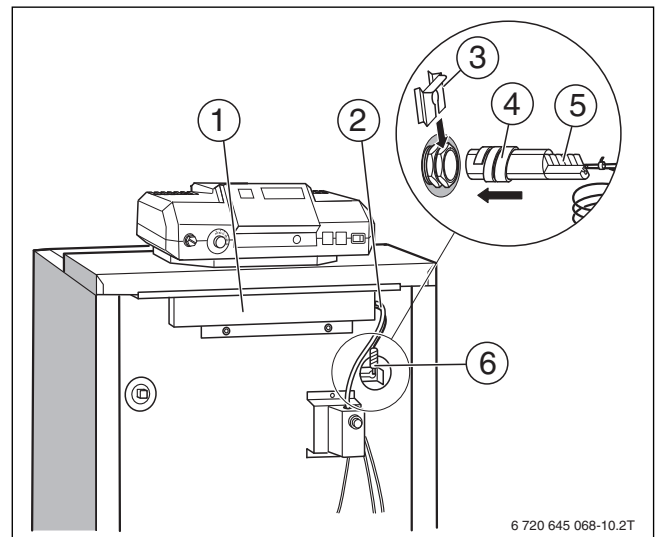

Рис. 25 Установка комплекта датчика температуры
- Снимите крышку с кабельной ниши (→ рис. 25, [1]).